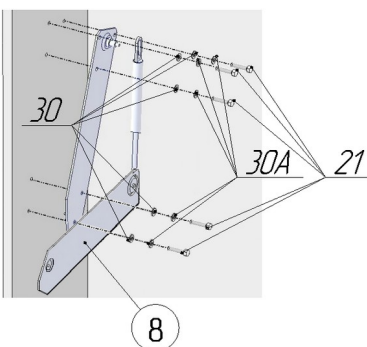

Рис.4.1 Слева
4. Присоединить к боковинам корпуса механизмы подъёма поз.7 и 8, используя болт М8х25 поз.21, шайбы Ø8 поз.30, шайбы стопорные Ø8 поз.30А (рис.4.1 и 4.2).
БОЛТА ПОЗ.21 (СМ. РИС. 4.1 И
18. Приложить кожух левый поз.35А к механизму, установленному слева (рис.4.1). Кожух располагать так, чтобы он опирался на наклонную и верхнюю кромки механизма (рис.14.1). Завернуть шурупы поз.37 в отверстия до упора. Ту же операцию произвести с кожухом правым поз.35 (рис.4.2 и 14.2).